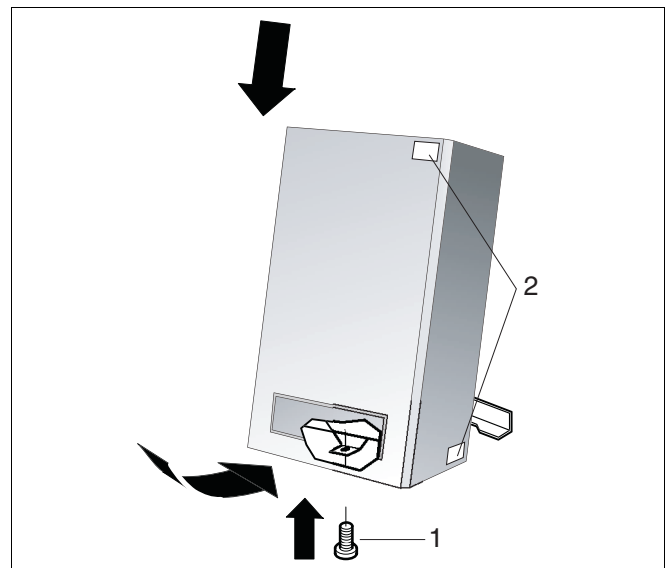

Abb. 42 Kesselverkleidung anbringen
- Kesselverkleidung aufsetzen und Halteschraube befestigen (Abb. 42, **Pos. 1**).